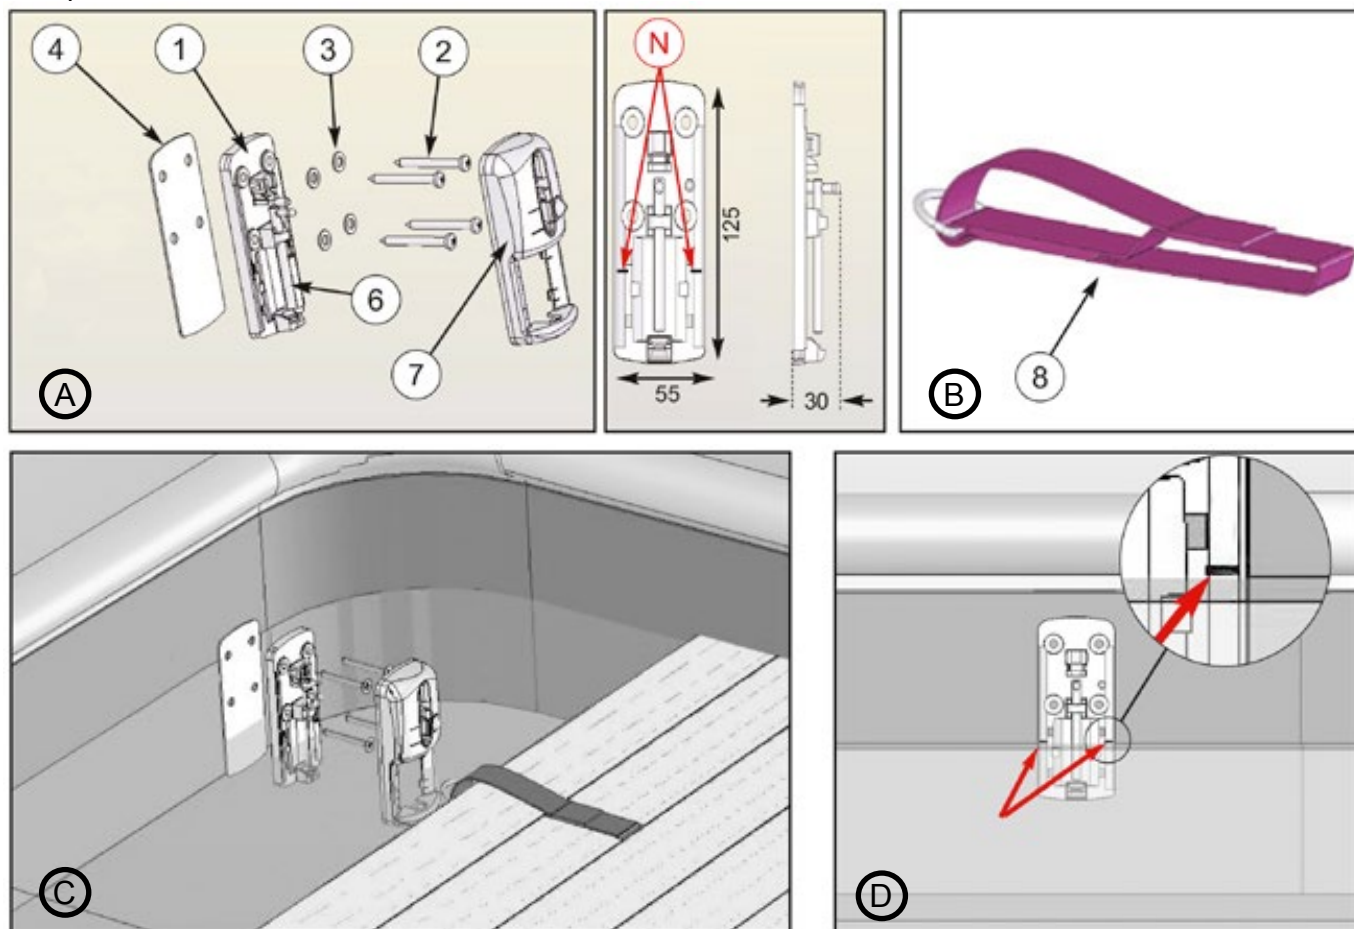

Figure 47 – (A à D) Pose des accroches de tablier de niveau d'eau
La pose des accroches est décrite à la Figure 47.
Les sangles d'accrochage (8) sont déjà en place sur les deux premières lames du tablier. Utilisez les plaques d'accrochage (1) comme gabarit de perçage afin de pré-percer la paroi aux emplacements des accroches de tablier, c'est-à-dire sur les parois opposées à l'axe, exactement en face des sangles d'accrochage. Positionnez ces plaques d'accrochage de façon que les repères N soient au niveau de l'eau Figure 47.